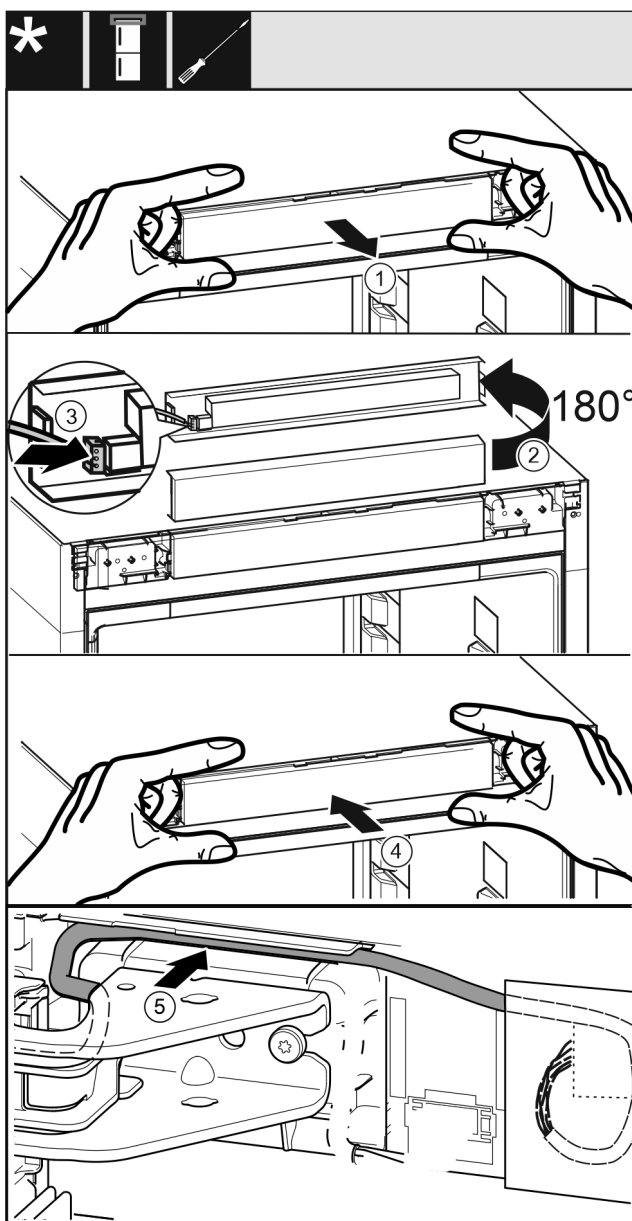

Fig. 62
- Estrarre con cautela la maschera di comando Fig. 62 [1].
- Ruotare la maschera di comando Fig. 62 (2) di 180° verso l'alto.
- Innestare la spina Fig. 62 (3) nella maschera dell'elemento di comando.
- Innestare di nuovo la maschera di comando Fig. 62 (4) sull'apparecchio.
- Posare con cautela il cavo Fig. 62 (5) nella guida sopra il blocco di supporto superiore.